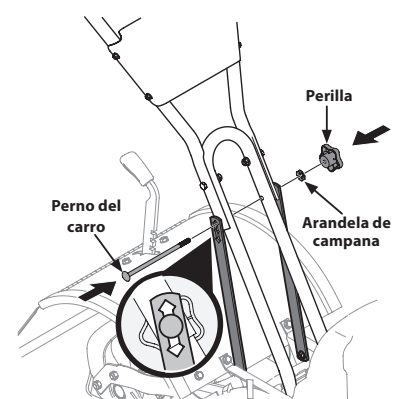

Figura 3
3. Acople sin apretar las ménsulas de soporte a la parte exterior del conjunto del manillar utilizando el perno del carro, la arandela de campana y la perilla. Consulte la Figura 3.